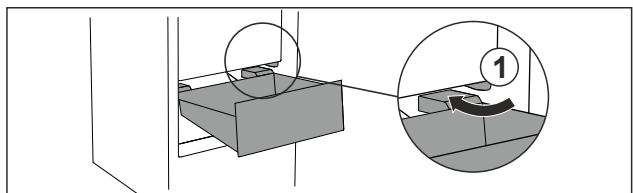

Fig. 94
- Futeni sirtarin pjerrtas në ndalues Fig. 94 (1).